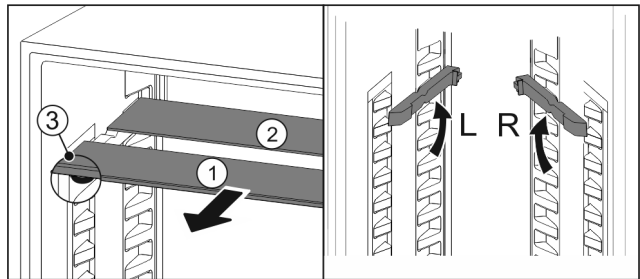

Fig. 121
- ▶ Glasplatten einzeln nach vorne herausziehen Fig. 121 (1).
- ▷ Glasplatte Fig. 121 (1) mit Zierleiste liegt vorne.
- ▷ Stopps Fig. 121 (3) zeigen nach unten.